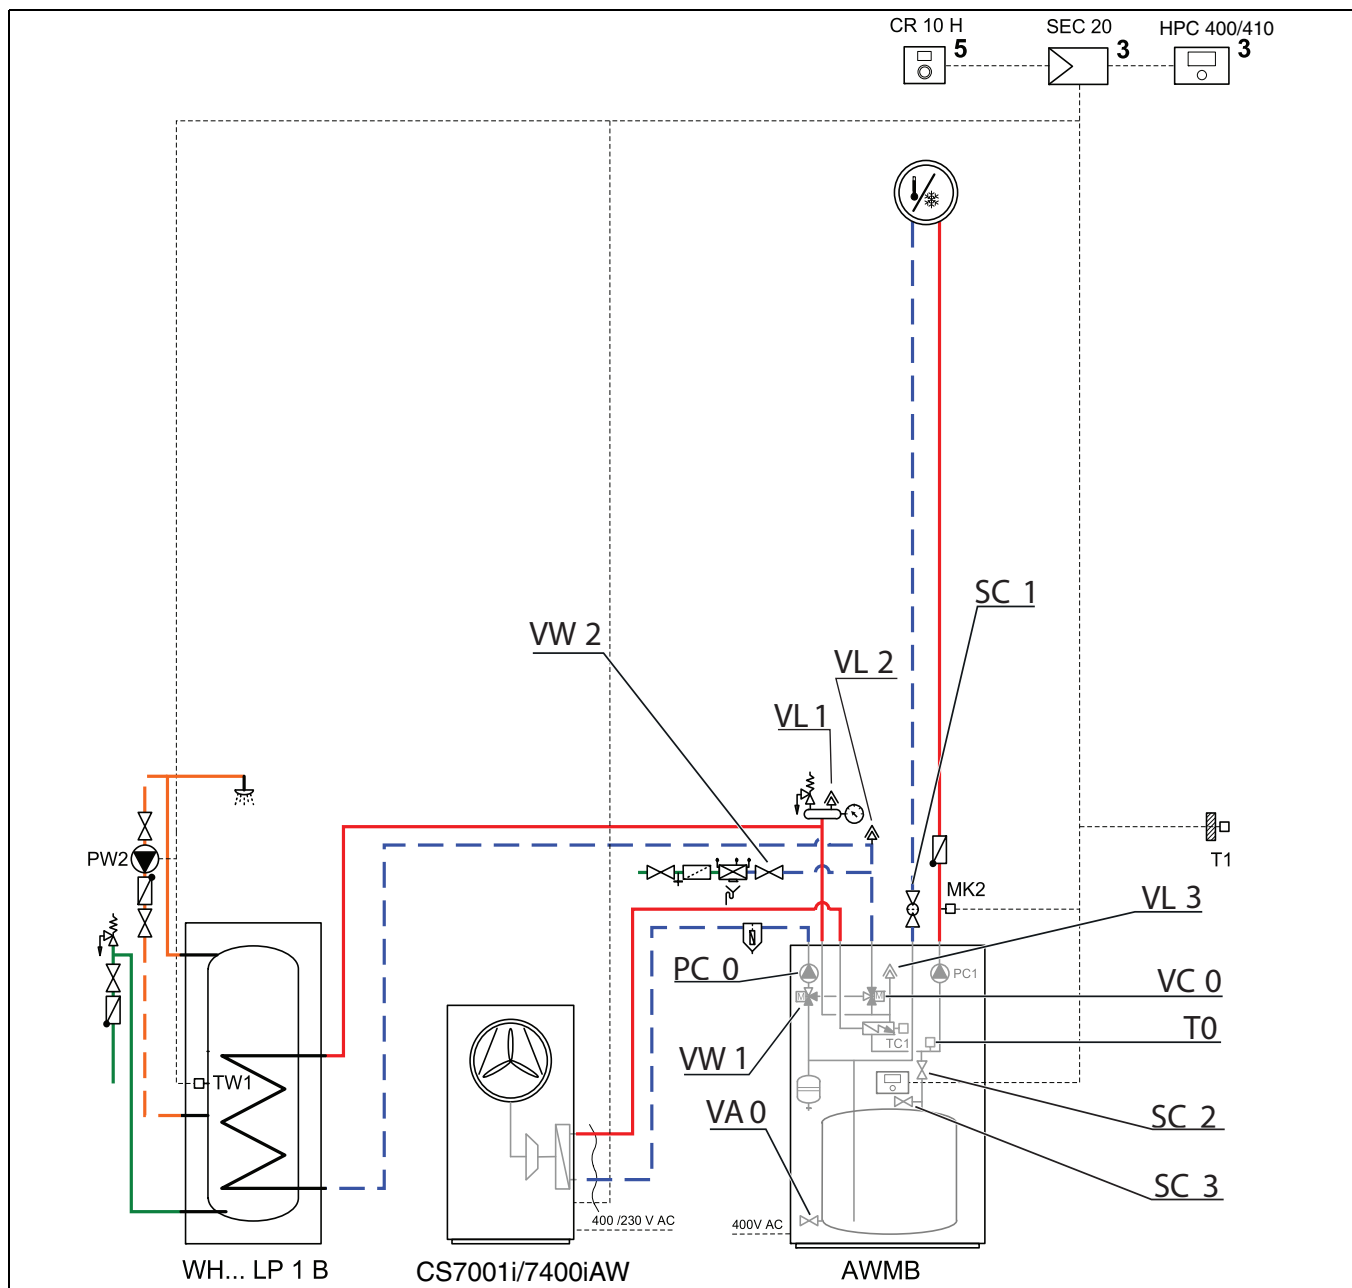

Bild 26 Inneneinheit und Heizungsanlage
2. Automatisches Entlüftungsventil VL1, VL2 und VL3 (→ Abb. 26) durch Abschrauben der Kapfen öffnen.
3. Filterventil SC1 schließen, Absperrventil SC2 (→ Abb. 26) schließen und sicherstellen, dass sich VW1 (→ Abb. 26) in der Position (B) für Zentralheizungsbetrieb befindet.
5. Kleinen Entleerhahn öffnen SC3 (→ Abb. 26).